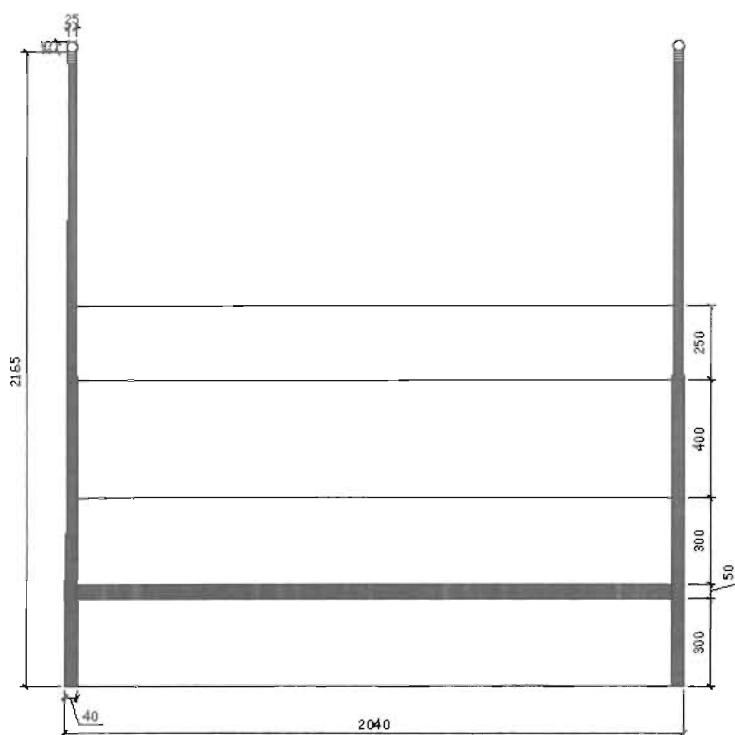

图 5-82
(6) 单击“绘图”工具栏中的“图案填充”按钮 , 设置填充图案为 SOLID, 设置颜色为 252 的深灰色, 填充床柱, 结果如图 5-82 所示。